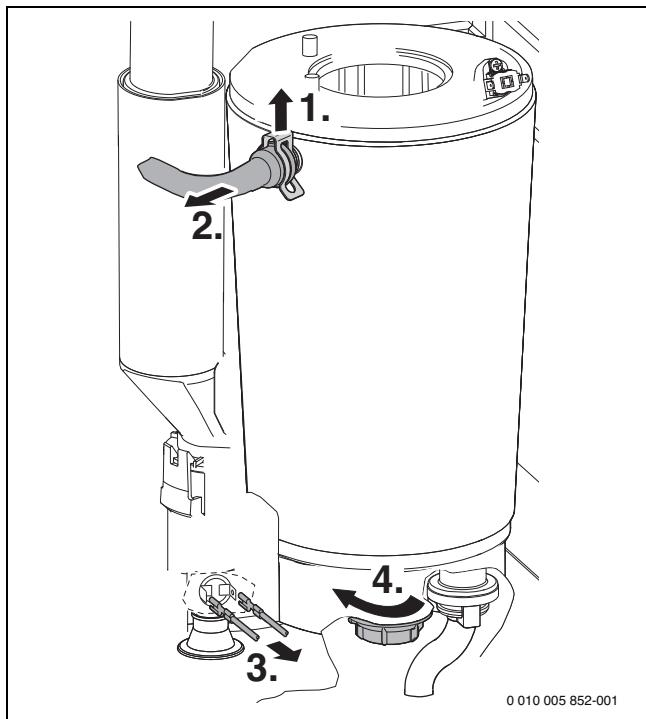

Рис. 64 Отсоедините трубу подающей линии и провода
- ▶ Демонтируйте смесительное устройство ( $\rightarrow$  рис. 64).